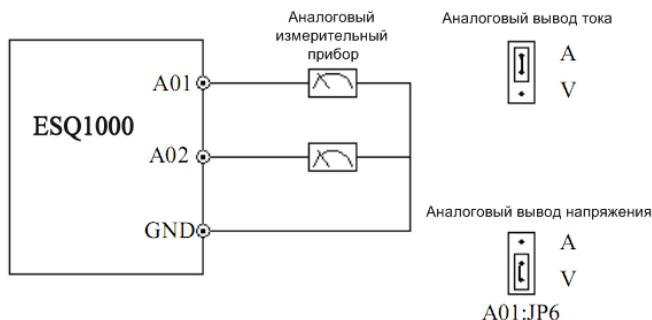

Рис. 3-14 Подключение проводов аналогового вывода
(4) Прокладка проводов в клеммах аналогового вывода AO1, A02 клеммы аналогового вывода AO1, A02, подсоединенные к аналоговому измерительному прибору и все виды физических данных могут изображаться, при этом AO1 может выводить ток (4~20мА) или напряжение (0-10В), по решению переключателя JP6. Подключение представлено на Рис. 3-14.